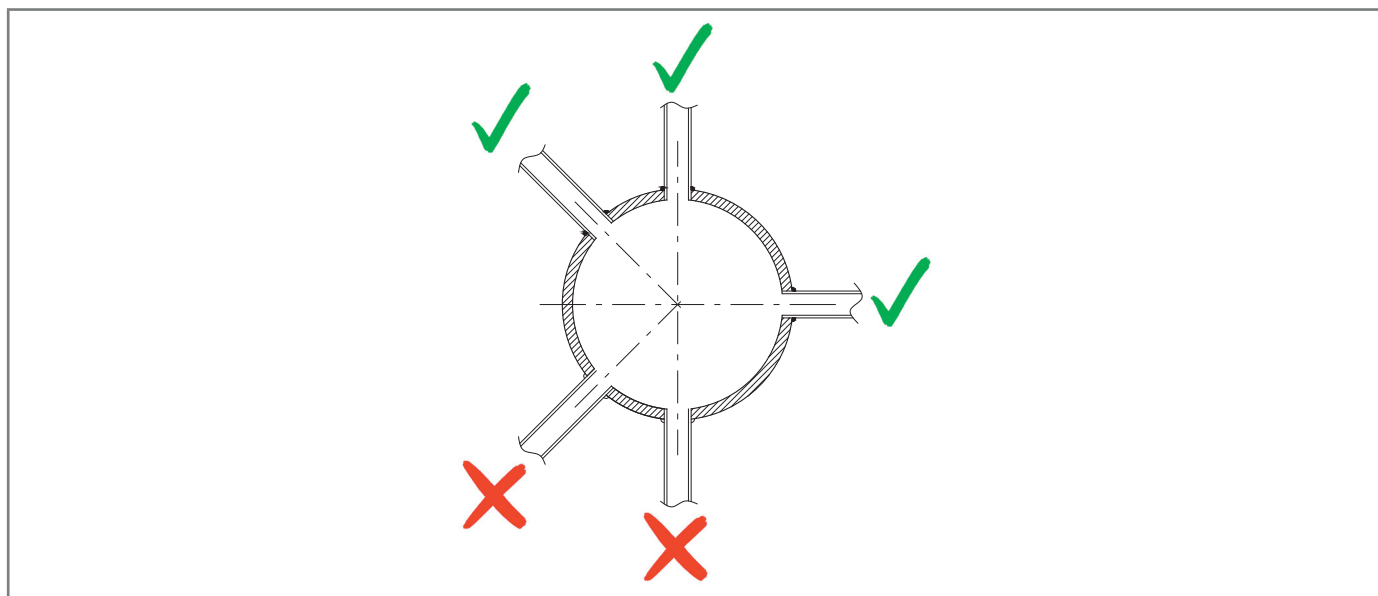

Рис. 6.30. Приваренные крепления на трубопроводе
- фитинги пневматического соединения всегда привариваются к верху или к горизонтальной оси самой трубы (см. Рис. 6.30);